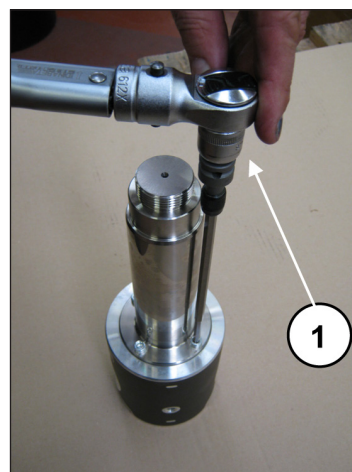

Рис. 50
Зафиксируйте направляющую поршня в тисках с помощью специального инструмента и откалибруйте винты динамометрическим ключом (поз. ①, Рис. 50), как указано в главе 3.